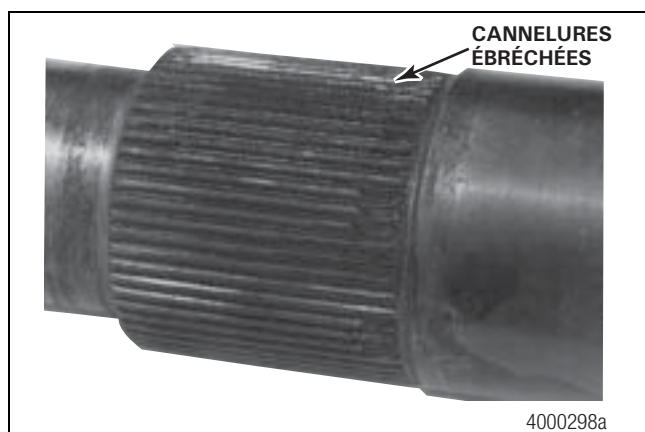

Figure 5.11
- Cannelures d'arbre de sortie ébréchées ou fissurées. Figure 5.11.